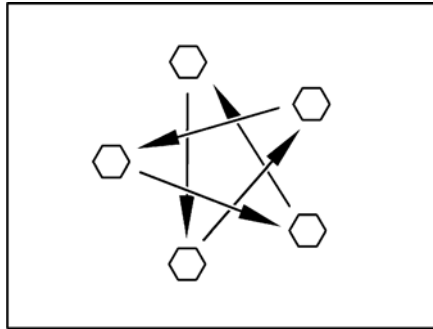

Bild 370 Dra åt hjulmuttrarna eller hjulbultarna korsvis
- Kontrollera regelbundet att hjulmuttrarna eller hjulbultarna är ordentligt åtdragna. Om du har bytt däck ska hjulmuttrarna eller hjulbultarna dras åt korsvis efter 5 mils körning (Bild 370).
- ▷ Dra åt hjulmuttrarna eller hjulbultarna korsvis (Bild 370).